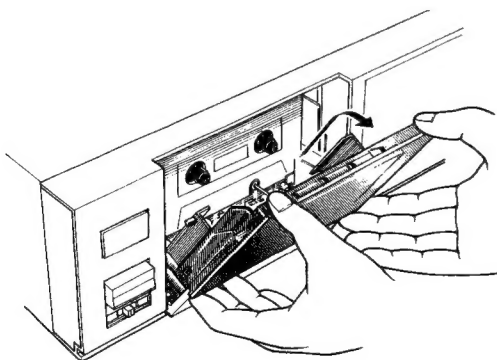

Fig. 21
2. Den Kassettenfachdeckel wie gezeigt nach schräg oben herausziehen. (Fig. 21)